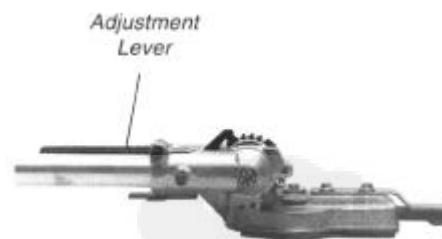

Figure 17
3. Terwijl u de blokkeerhendel houdt ingedrukt, draai het snijdgedeelte m.b.v. de afstelhendel totdat deze gelijk is met de hoofdsteel (draaicirkel 180°). Zie fig. 17.